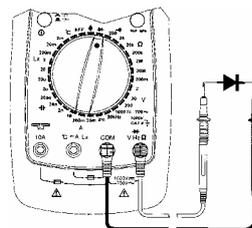

Рисунок 12
- (1) Вставьте штекер черного щупа в гнездо **COM**, а красного в гнездо **V**.
- (2) Установите поворотный переключатель в положение . Подключите щупы, как показано на рис. 12.
- (3) Типичное падение напряжения для кремниевого диода должно быть около 0.6 В и германиевого – около 0.3 В.
- (4) При обратном подключении диода к щупам прибор должен показывать на дисплее только символ "0L".
- (5) Прочитайте на ЖК-дисплее показание результата измерения.